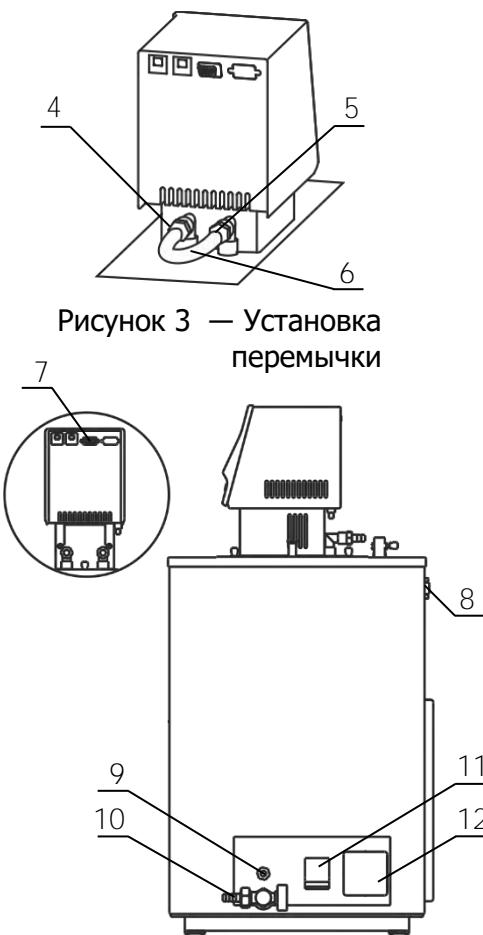

Рисунок 3 — Установка перемычки
2.2.4 К переливному штуцеру 9 (рисунок 3) присоединить гибкий шланг, второй конец которого опустить в емкость для сбора излишков теплоносителя объемом 1.5–2 литра.
2.2.6 Соединить входной 4 и выходной 5 штуцеры насоса блока регулирования при помощи шланга-перемычки 6 (рисунок 3) и хомутов из комплекта поставки блока регулирования.
2.2.7 Вставить вилку сетевого кабеля блока регулирования в розетку 12 (рисунок 3). Соединить кабелем из комплекта поставки блок регулирования (разъем 7) и холодильную машину (разъем 8). Сетевой кабель термостата подключить к питающей сети. Для этого в лабораторном помещении должна быть установлена электрическая розетка из комплекта поставки термостата.
2.2.8 Автоматический выключатель 11 (рисунок 3) перевести в положение «включено».
2.2.11 Для заполнения соединительных шлангов и устранения воздушных пробок при первом запуске термостата, необходимо включить блок регулирования в режиме прокачки. При работе циркуляционного насоса уровень теплоносителя во внутренней ванне понизится, что может привести к срабатыванию защиты от недостаточного уровня теплоносителя. Доливать теплоноситель следует до тех пор, пока он не начнет переливаться через штуцер 9 (рисунок 3).
2.4.2 Надеть сливной шланг из комплекта поставки на кран 10 (рисунок 3) и закрепить его хомутом. Свободный конец шланга опустить в емкость для сбора теплоносителя объемом, превышающим объем термостата.